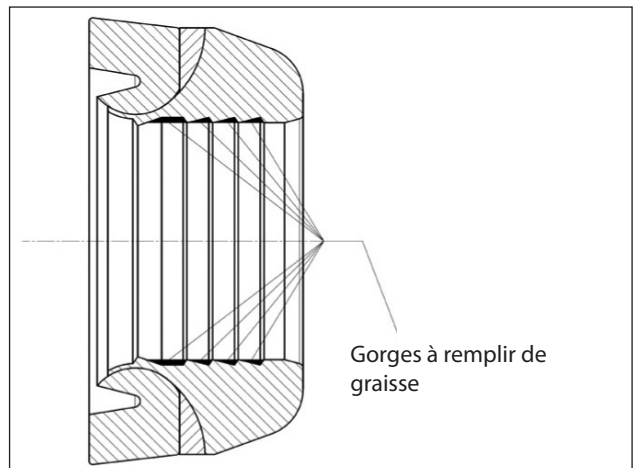
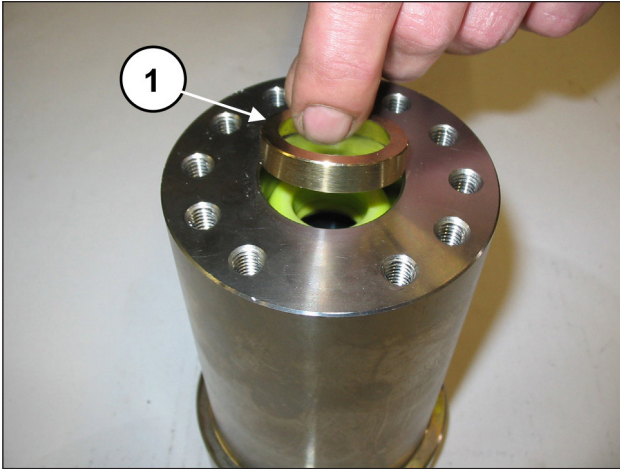
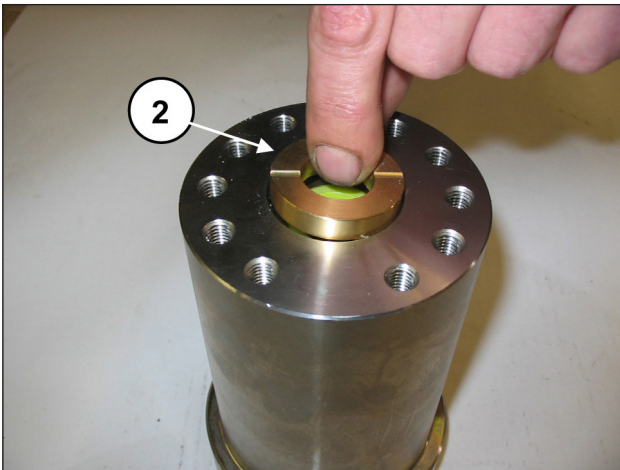
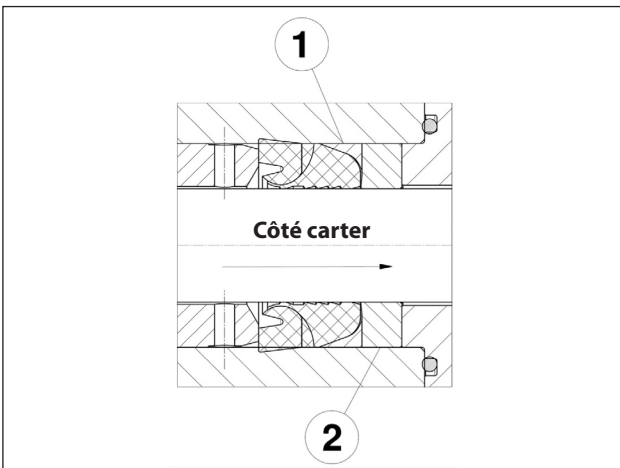

Fig. 121
Fig. 122
Fig. 123
Fig. 124
**Installer le joint H.P. dans la chemise comme le montrent les Fig. 121 et Fig. 122.**
**En enduisant le diamètre intérieur, s'assurer de bien remplir les gorges comprises entre les lèvres d'étanchéité comme le montre la Fig. 122.**
Introduire la bague anti-extrusion et la douille des joints (rep. ① et ②, Fig. 122, Fig. 123 et Fig. 124).
**Introduire la douille pour joints ② dans la chemise avec les deux orifices d'évacuation tournés vers l'extérieur (côté carter) comme le montre la Fig. 123.**